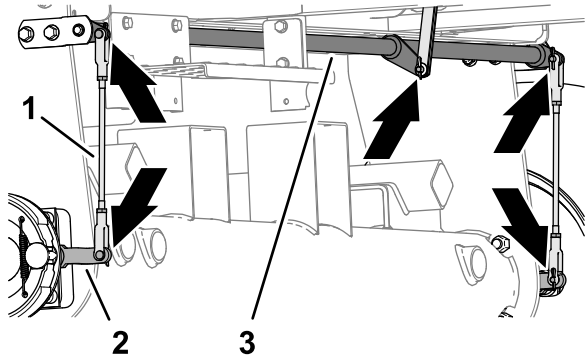

図 68
1. 左右のブレーキロッドアセンブリ図68に破損や摩耗がないか点検する。
2. ブレーキのピボットシャフト図68に摩耗や破損がないか点検する。